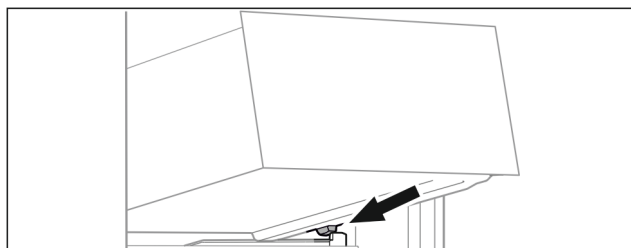

Fig. 25
- ▶ Nasadte zásuvku šikmo za zářezky na žebrování na nádoby. (viz Fig. 25)